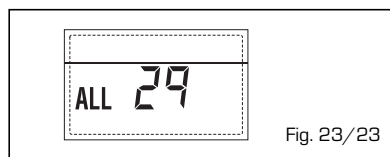

Fig. 23/23
- ANOMALIA Sonda RITORNO RISCALDAMENTO "ALL 30" (fig. 23/24)